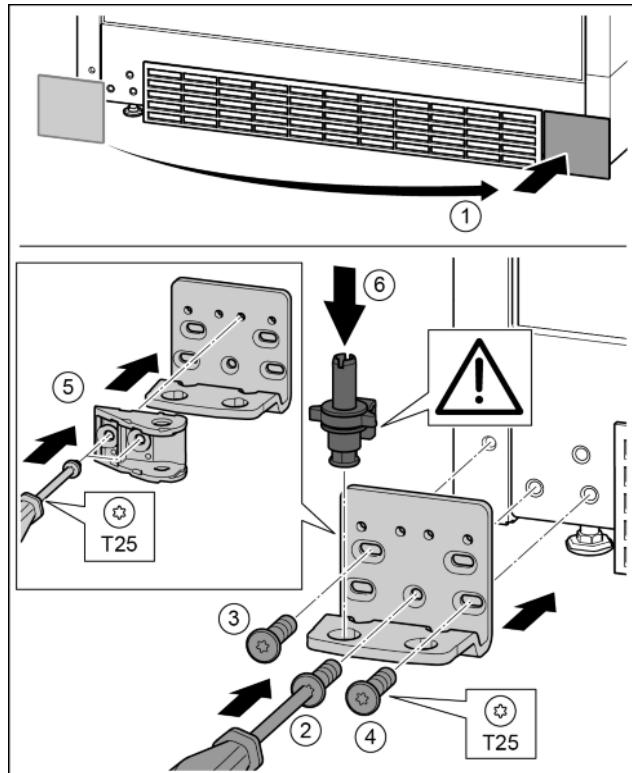

Fig. 35
- Снять крышку и поставить с другой стороны. Fig. 35 (1)
- Установить опорный кронштейн с другой стороны и прикрутить с помощью отвертки T25. Начинать с винта 2 в центре. Fig. 35 (2)
- Затянуть винты 3 и 4. Fig. 35 (3, 4)
- Повернуть соединительный элемент амортизатора закрывания дверей на 180°. Прикрутить с другой стороны опорного кронштейна с помощью отвертки T25. Fig. 35 (5)
- Снова установить опорный палец в сборе. При этом следить за тем, чтобы выступ фиксатора был направлен назад. Fig. 35 (6)